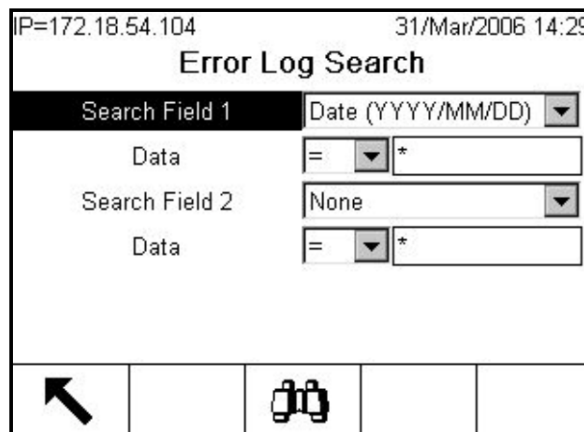

Figure C-40: Écran Error Log Search
2. Appuyez sur la touche programmable AFFICHER TABLEAU . L'écran Error Log Search (Figure C-40) s'affiche.